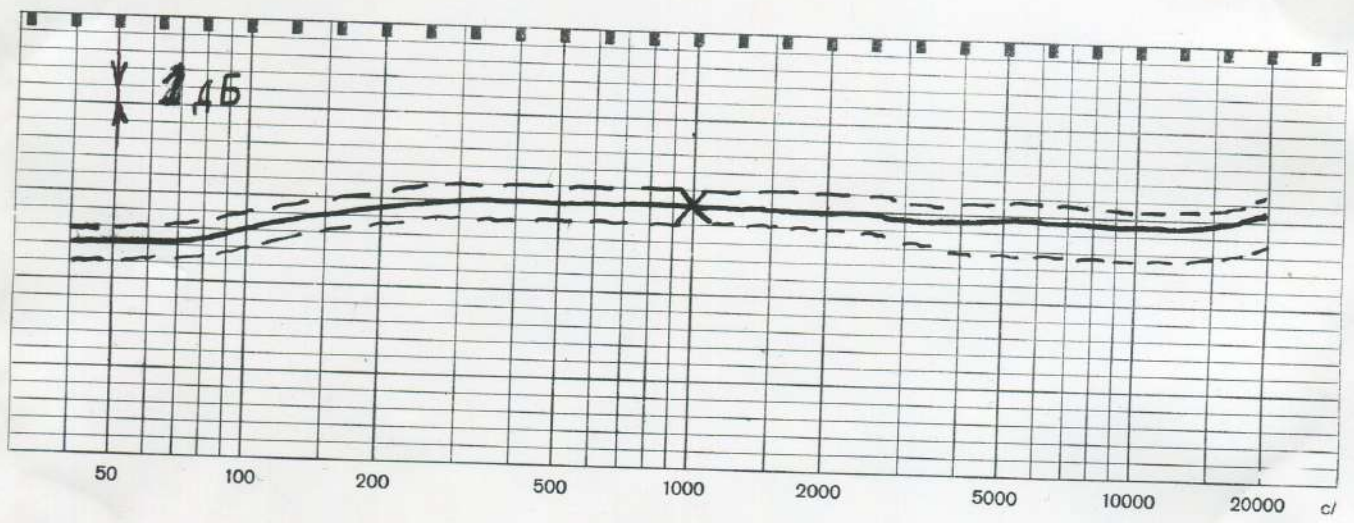

РИС.1
- Рис.1. Частотная характеристика микрофона (с удлинителем)